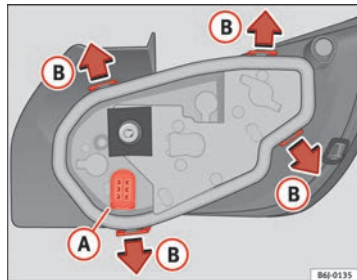

Abb. 163 Glühlampenersatz Rückleuchten
- Nehmen Sie den Lampenträger aus dem Gehäuse heraus. Drücken Sie dazu die Laschen (B) in Richtung der Pfeile ⇒ Abb. 163.